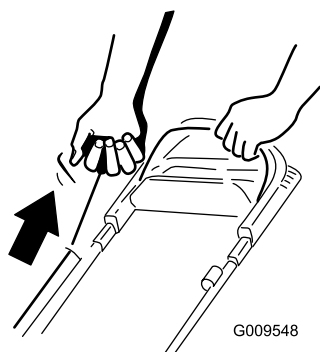

Рисунок 13
2. Без усилия потяните за рукоятку механического стартера (Рисунок 13) до появления сопротивления, затем резко потяните за нее и дайте ей медленно вернуться в направляющую шнура на рукоятке.